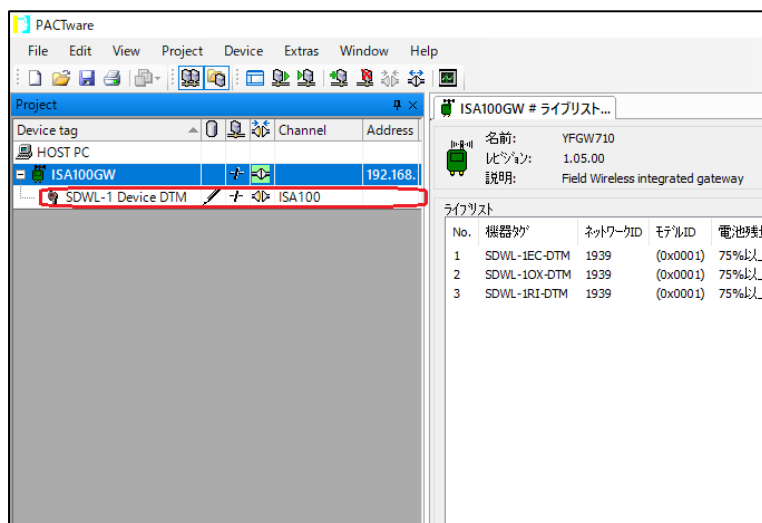

図 5-29 SDWL-1 DTM 追加
- ⑧ メイン画面左のツリーメニューに「SDWL-1 Device DTM」が追加されます。(図 5-29)